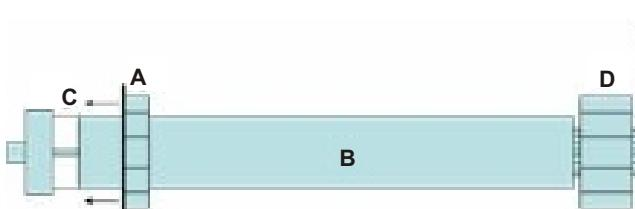

fig. 1
Infilare la corona del finecorsa (A) sul motore (B) fino a bloccarla nelle apposite scanalature della ghiera (C) (fig. 1).
Inserire la puleggia (D) sull'albero motore (E) bloccandolo mediante l'inserimento del fermo a molla (F) (fig. 1).
Fit the limit switch crown wheel (A) on the gearmotor (B) until it stops in the grooves of the ring nut (C) (fig. 1).
Fit the drive wheel (D) on the motor shaft (E) and lock it by inserting the spring retainer (F) (fig. 1).
Introducir la corona de fines de carrera (A) en el motor (B) hasta que se bloquee en las sedes de la corona (C) (fig.1).